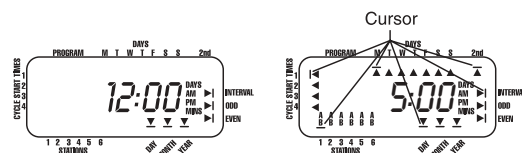

Abb. 3: LCD-Anzeige mit umliegenden Informationen
- Drehen Sie die Wahlscheibe auf die Stellung TIME/DATE (UHRZEIT/DATUM) position [siehe Abbildung 3].